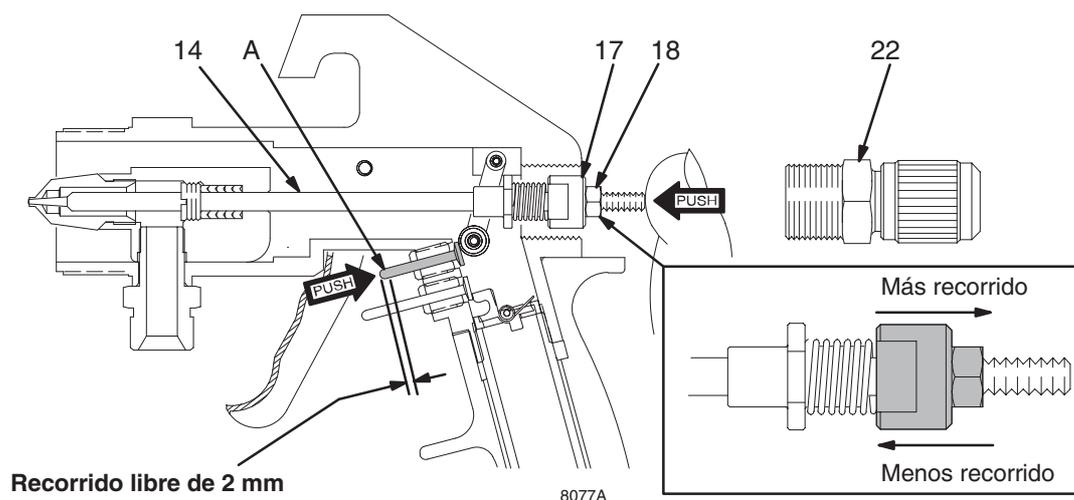

Fig. 21
1. Fig. 21. Retire la pieza de conexión (22) y el muelle (23-no representado) de la parte trasera de la pistola.
2. Retire la aguja (14).
3. Introduzca la nueva aguja (14).
4. Sujete la aguja (14) con el pulgar y empuje el pasador de disparo superior (A) con el índice. Fig. 21. El pasador de disparo debe recorrer una distancia de aproximadamente 2 mm al ser sometido a una ligera presión del muelle.
5. Si no hubiera un recorrido de 1,6 mm, afloje la tuerca de ajuste (18) y gire el tambor (17) hasta que el pasador de disparo (A) tenga un recorrido libre de unos 2 mm antes de que la aguja (14) comience a moverse.
6. Bloquee la tuerca de ajuste (18).
7. Compruebe que el muelle (23) está bien colocado en la pieza de conexión (22), y después instale ésta. Apriete a mano la pieza de conexión.